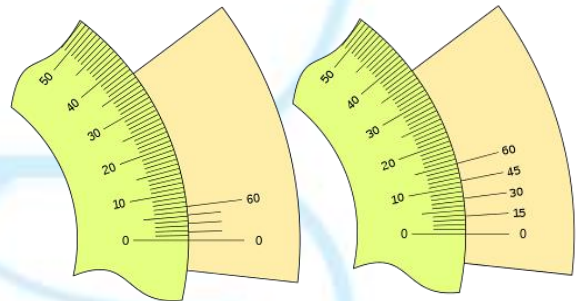

Figura 8. Ejemplos de vernier angular de 4 divisiones. a) $L=7^\circ$; b) $L=15^\circ$.
I. Vernier angular de 4 divisiones (Figura 8).